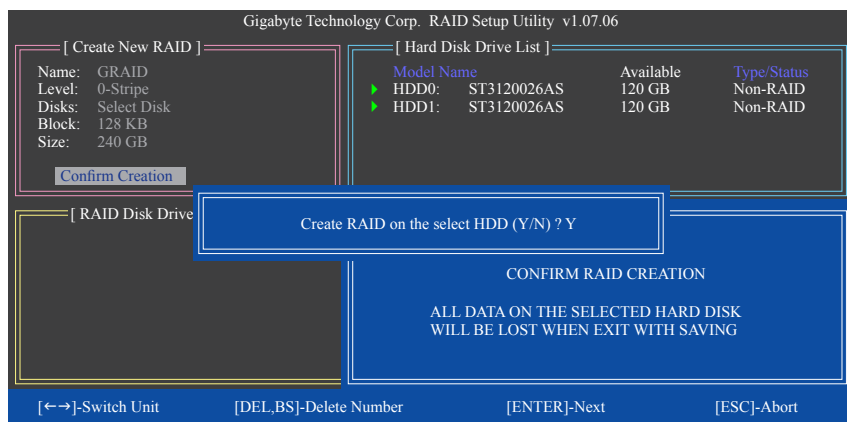

図 7
6. **作成を確認する:** 上の項目をすべて構成すると、選択バーは **Confirm Creation** 項目に自動的にジャンプします。<Enter> を押します。選択を確認するように求めるメッセージが表示されたら (図 7)、<Y> を押して確認するか <N> を押して中断します。